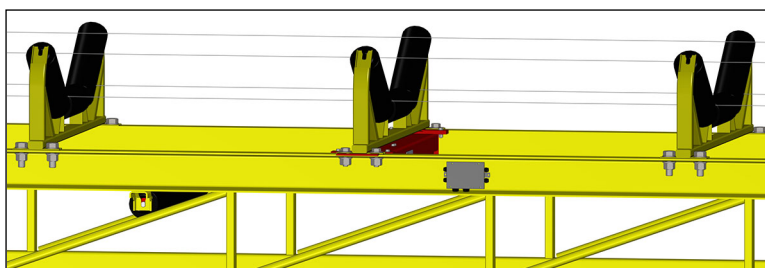

Figura 2-5. Realizar cadenas en el mismo plano
9. Ejecute las cadenas en el transportador (tres antes de la báscula y tres pasada la báscula) y calce los rodillos al mismo plano. Consulte la Figura 2-5 en la página 9.